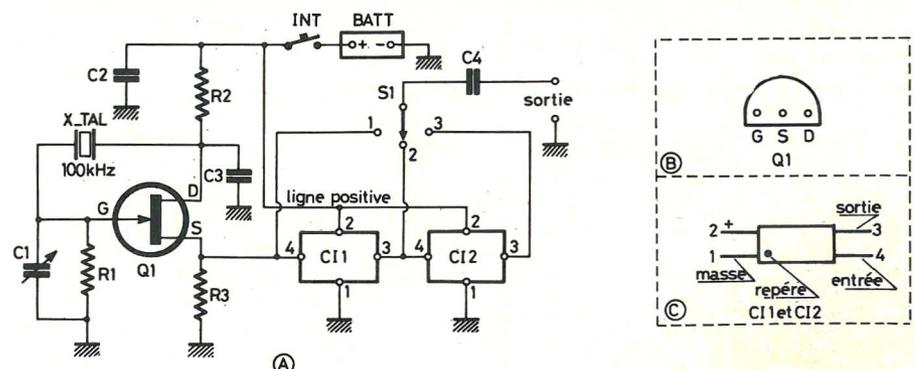

Figure 1
Voici à la figure 1 un montage de ce genre proposé par Paul Franson de la Société Motorola américaine (représentée en France, à Paris) et dont la description a paru dans « Radio Electronics » d'avril 1973.
Ce montage se base essentiellement sur l'emploi du nouveau CI de Motorola, type MFC 4040, diviseur de fréquence à un seul étage. En (C) de la figure 1 on donne l'aspect de son boîtier rectangulaire et son brochage. Ce CI possède quatre broches repliées vers le bas.
Le brochage du FET, du type 2N5009 (ou du type HEP 802 ou encore MPF 102), tous des Motorola, est donné en (B) figure 1 : D = drain, S = source, G = grille (ou gate ou porte).